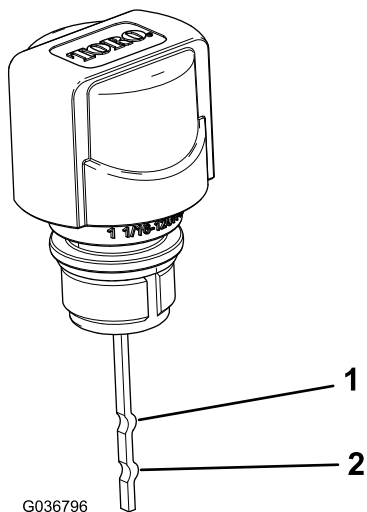

図 21
**注** 上下限マークの中間位置まであればよい 図 21。